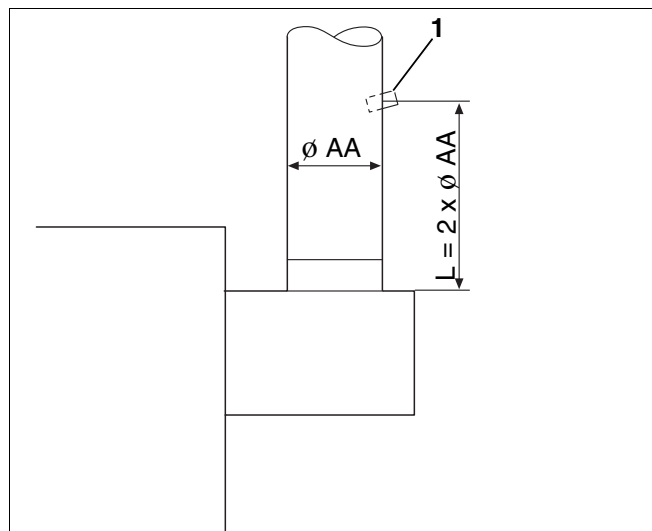

Abb. 39 Messwerte aufnehmen
Für die folgenden Messungen müssen Sie eine Messstelle im Abgasrohr (Abb. 39, **Pos. 1**) anbringen. Der Abstand von der Strömungssicherung muss dem doppelten Abgasrohrdurchmesser (AA) entsprechen.
- Messstelle im Abgasrohr (Abb. 39, **Pos. 1**) an der dem Heizkessel abgewandten Seite anbringen. Dazu ein Loch mit einem Durchmesser von 8 mm in das Abgasrohr bohren.